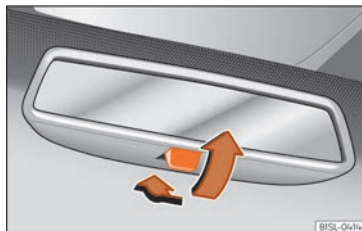

Fig. 123 Rétroviseur intérieur jour/nuit manuel.
- Pour sélectionner la position nuit, déplacez le levier vers l'arrière » fig. 123.